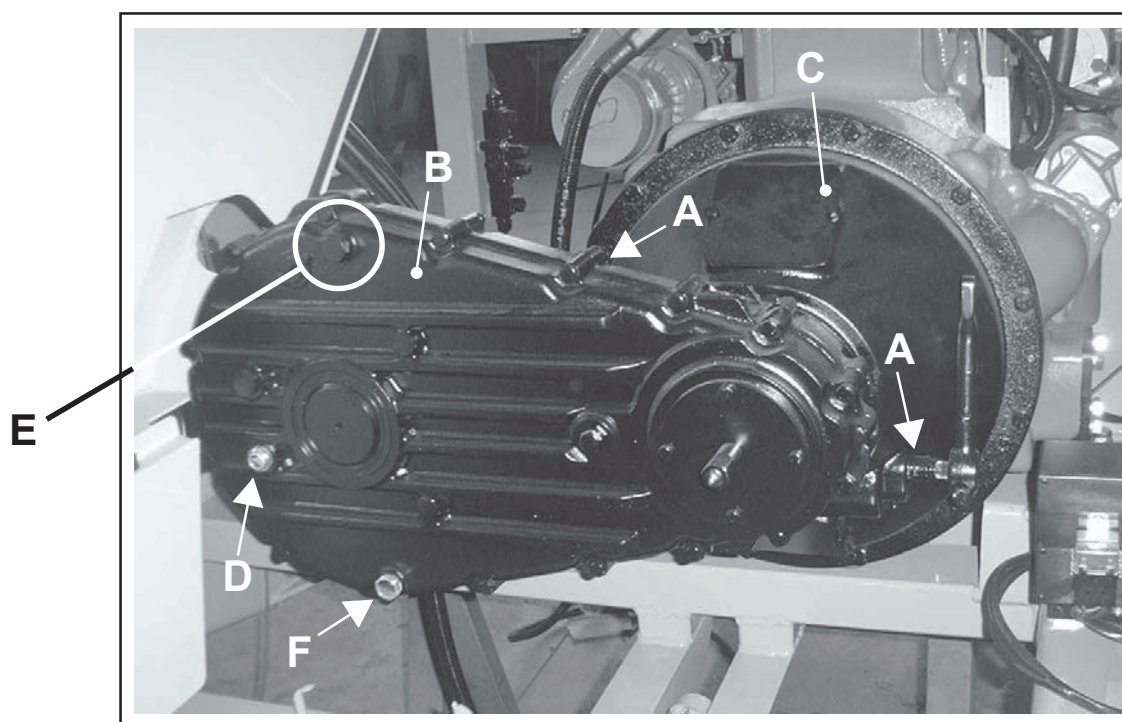

FIG. 25
De controle van de olie in het reduceerventiel (B) moet altijd met een koude motor gedaan worden. U kunt het niveau controleren met behulp van de dop op de carter die naar voren gedraaid is (Fig. 25 - Pos. D).
De dop om olie te vullen is het detail in Pos. E, de dop om te legen is het detail in Pos. F (Fig. 25).
Als de hendel stram is, vet hem dan meerdere malen iets in, zowel wanneer hij in de versnelling staat als wanneer hij niet in de versnelling staat (Fig. 25 - Pos. A), net zo lang de hendel beweegt tot de pook goed vrij beweegt.